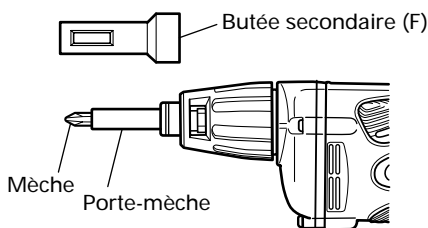

Fig. 9
3. Démontage de la mèche (Fig. 9)